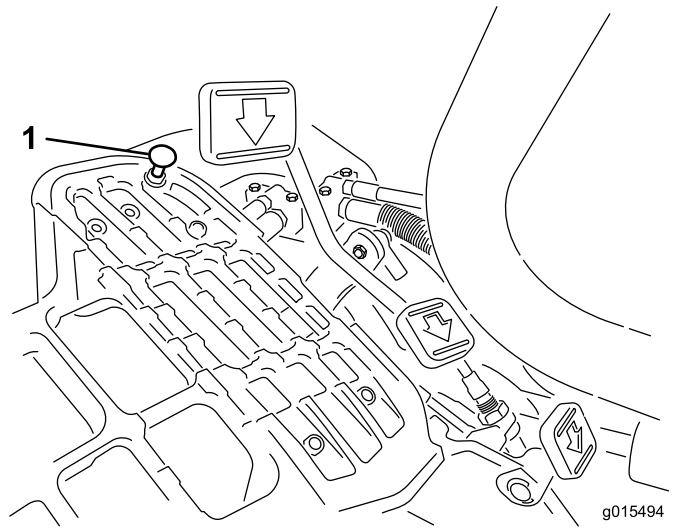

图33
要获得最大行驶速度请将功能控制杆放在行驶位置并踩下驱动踏板。如果在拉线感到张紧力之前踏板接触到限位器图33请执行以下调节程序
1. 将功能控制杆放在行驶位置松开将踏板限位器固定至底板上的锁紧螺母图33。